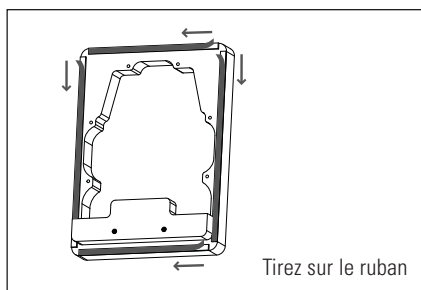

Fig. 12b
- b) Enlevez le ruban à deux côtés (Fig. 12b).